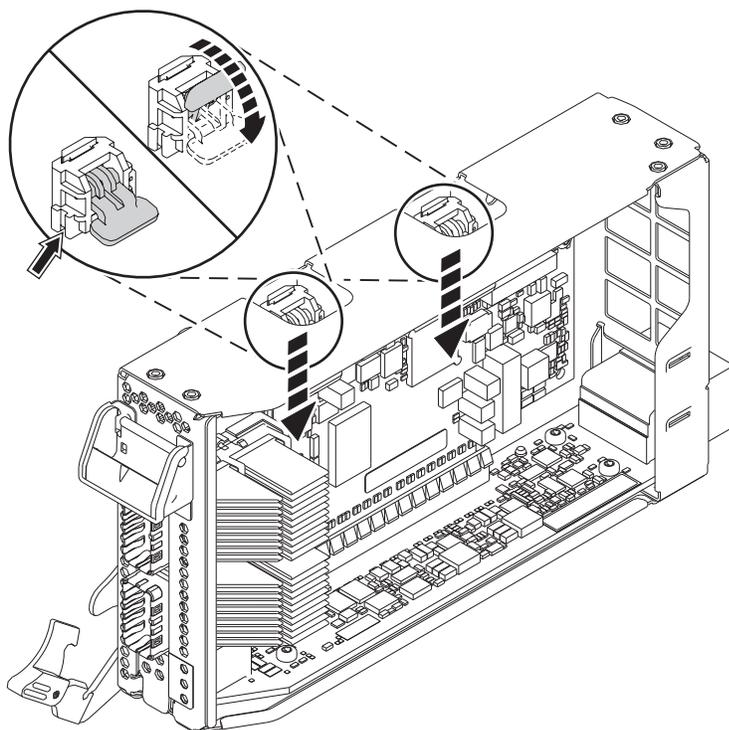

Figura 43. Bloquear os trincos da cassete
- d. Rode os trincos da cassete que estão na extremidade superior da cassete para bloquear o adaptador no local. Consulte Figura 43.